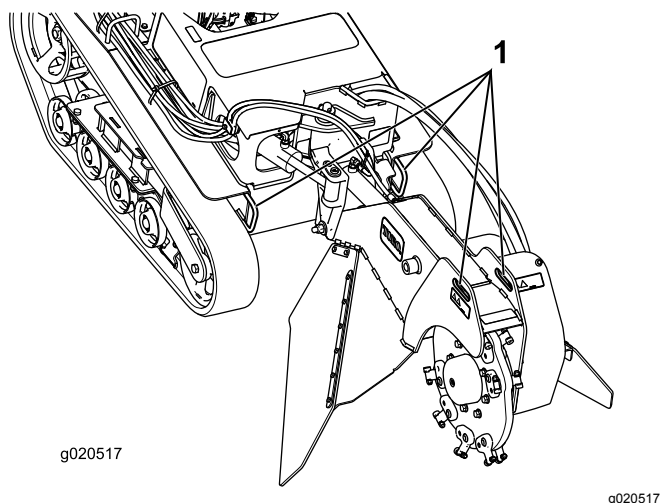
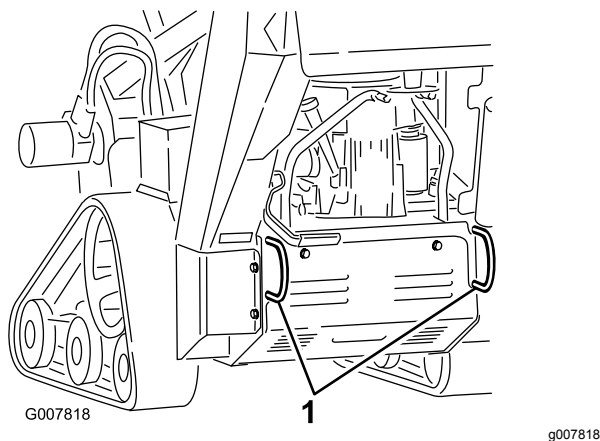

Figura 21
Figura 22
3. Fixe a máquina a um atrelado com correias ou cintas utilizando os pontos de fixação/elevação na parte da frente e de trás da máquina (Figura 21 e Figura 22). Consulte os regulamentos locais relativamente a requisitos de atrelado e pontos de fixação.
Pode levantar a máquina utilizando os pontos de fixação como pontos de elevação (Figura 21 e Figura 22).